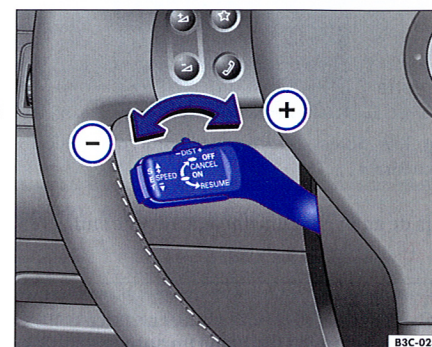

Fig. 137 Elementul de comandă al sistemului de reglare automată a distanței
- Deplasați cursorul o dată în direcția ⇒ fig. 137 **(+)**, pentru a mări distanța cu o treaptă. Pe display-ul din tabloul de instrumente se afișează distanța respectivă, cca. 3 secunde.
- Deplasați cursorul o dată în direcția ⇒ fig. 137 **(-)**, pentru a reduce distanța cu o treaptă. Pe display-ul din tabloul de instrumente se afișează distanța respectivă, cca. 3 secunde.